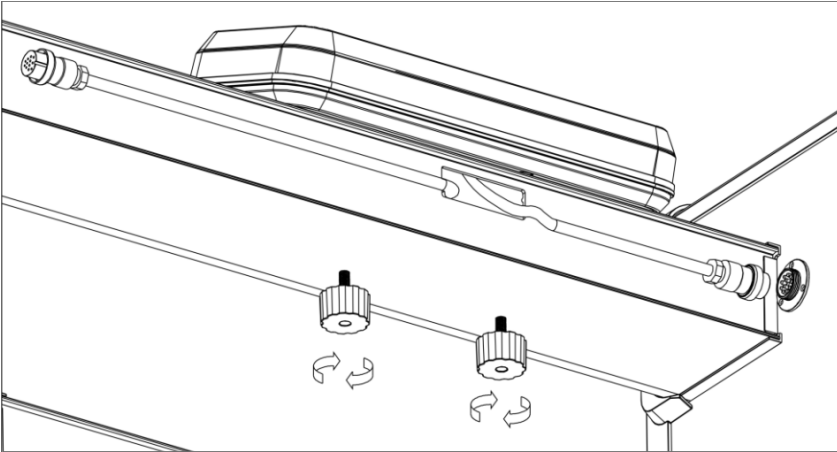

Рис. 3-8
**Этап 7:** соедините блок управления и переднюю поперечную балку болтами, как показано на Рис. 3-8 ниже (если противоударной екозырек является опциональным, его можно установить вместе).